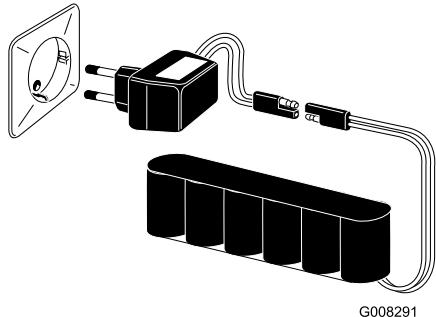

Figura 27
3. Conecte el cargador a la batería (Figura 27).